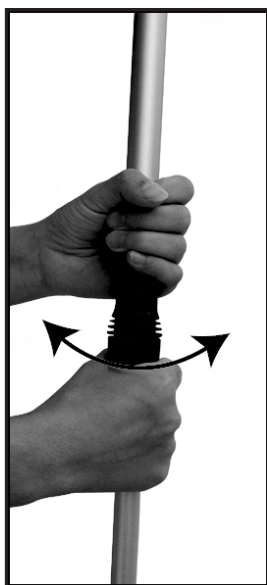

Fig. 14
3. Ajuste del largo del mango telescópico. (Fig. 14 y 15)
- 1) Afloje el acoplador de ajuste (15). (Fig. 14)
- 3) Vuelva a apretar el acoplador de ajuste (15). (Fig. 14)